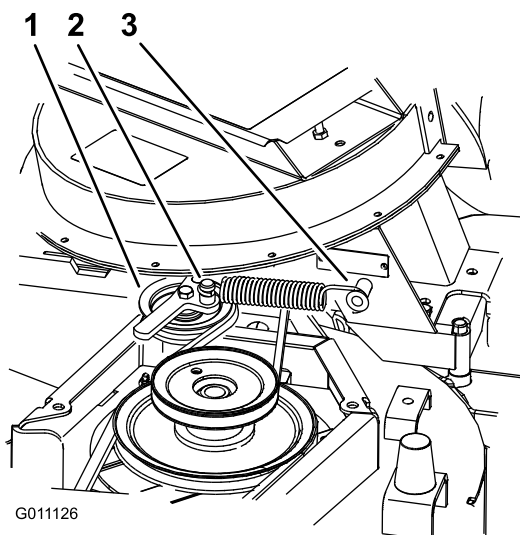

Figure 36
6. Montez le ressort comme montré à la Figure 36.